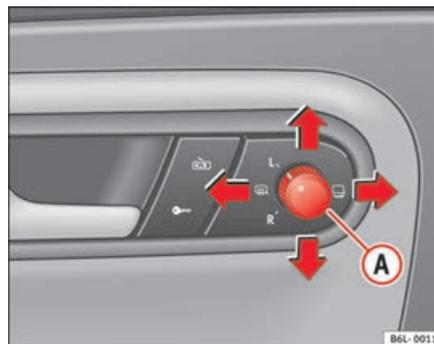

Fig. 71 Commande des rétroviseurs extérieurs
1. Tournez le bouton rotatif ⇒ fig. 71 en position **L (rétroviseur extérieur gauche)**.
- Tourner le bouton rotatif vers de la position désembuage  ⇒ page 108, fig. 71.
- Tournez le bouton rotatif ⇒ page 108, fig. 71 en position  pour rabattre les rétroviseurs extérieurs. Pour éviter tout dégât, il est conseillé de toujours rabattre les rétroviseurs extérieurs lorsque vous passez dans une installation de lavage automatique.